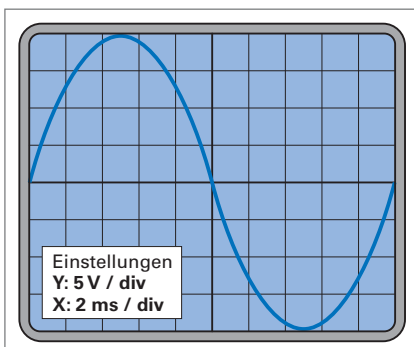

Bild 2: Oszillogramm einer sinusförmigen Wechselspannung
6. Das **Bild 2** zeigt das Oszillogramm einer sinusförmigen Wechselspannung. Berechnen Sie **a)** den Effektivwert U und **b)** die Frequenz f .